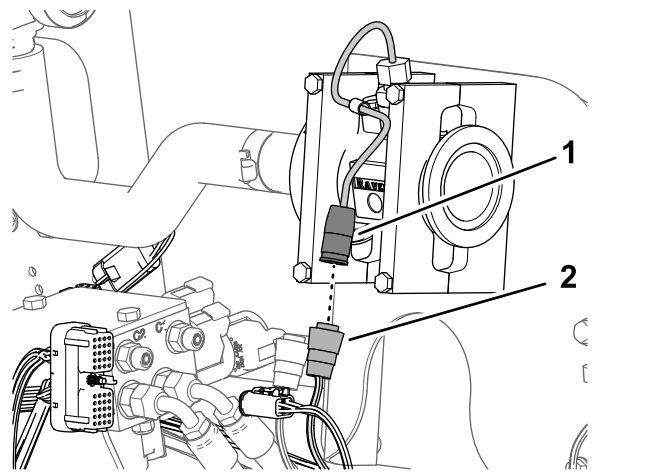

Figura 87
1. Ligue o conector de três tomadas da secção com 89 cm da cablagem rotulado FLUXÍMETRO (flow meter) no conector de três pinos do fluxímetro (Figura 87).